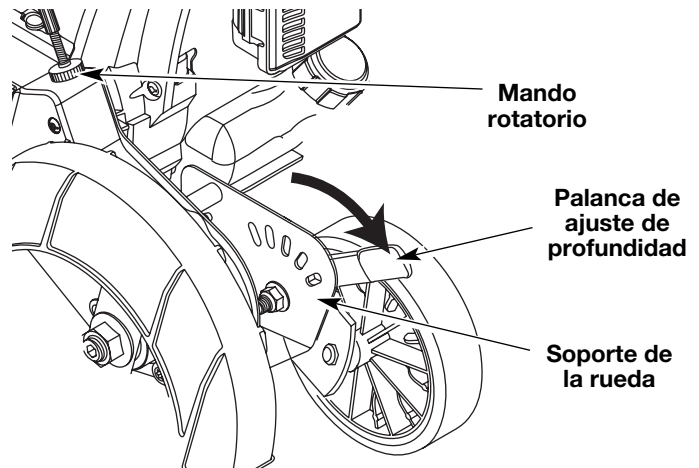

Fig. 13
1. Sujete la palanca de ajuste de profundidad situada al lado de la rueda delantera (Fig. 13).
2. Para elevar la cuchilla de corte, mueva la palanca hacia el frente del soporte de la rueda (Fig. 13). Bajar la rueda disminuye la profundidad de corte.
1. Localice el mando rotatorio pequeño situado en la parte superior de la caja de la correa (Fig. 13).